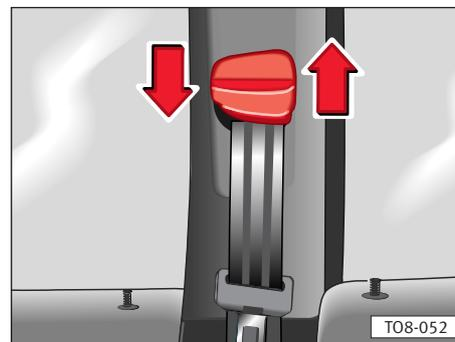

Fig. 10
- Per compiere la regolazione premere il regolatore e spostarlo in alto o in basso in modo che il nastro diagonale passi più o meno al centro della spalla ⇒ **fig. 10** e **mai sul collo!**